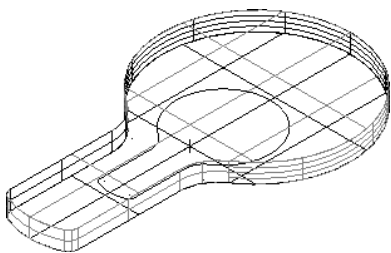

图 6-53 创建挤出曲面
- 04 系统弹出“拉伸曲面”对话框, 在对话框中输入挤出曲面高度为 5, 挤出曲面的比例为 2, 再单击对话框中的“确定”按钮, 即可完成挤出曲面的创建操作, 结果如图 6-53 所示。